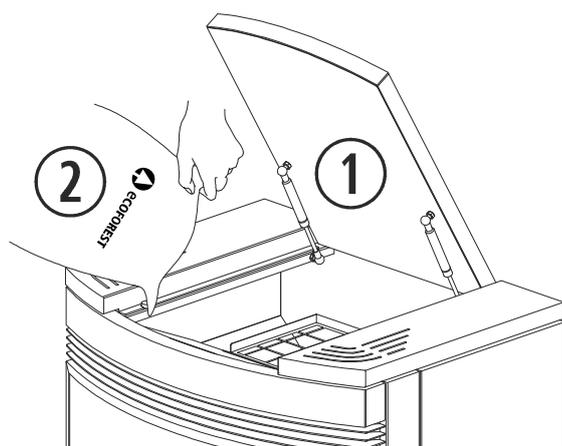

Figura 2
**2.12.** Per effettuare il rifornimento di carburante nella stufa, dobbiamo aprire il coperchio del serbatoio e svuotare il sacco di carburante, facendo attenzione ad evitare fuoriuscite di carburante. Vedi figura 2 (ECO III).